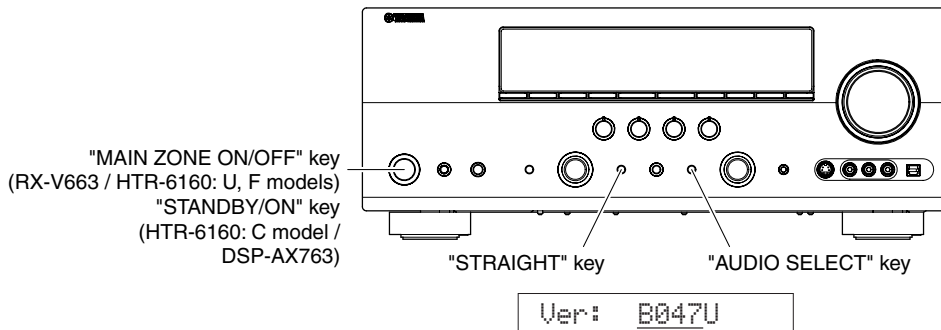

Fig. 5
2. Press the “MAIN ZONE ON/OFF” (RX-V663 / HTR-6160: U, F models) / “STANDBY/ON” (HTR-6160: C model / DSP-AX763: B model) key while simultaneously pressing the “STRAIGHT” and “AUDIO SELECT” keys. (Fig. 5)
Confirm the displayed firmware version is the same as the written firmware version. (Fig. 5)
2. “STRAIGHT”キーと“AUDIO SELECT”キーを押しながら、“STANDBY/ON”キーを押し、ダイアグを起動します。(Fig. 5)
表示されたファームウェアのバージョンが書き込んだファームウェアのバージョンと同じであることを確認します。(Fig. 5)
Confirm the displayed checksum is the same as the written firmware checksum. (Fig. 5)